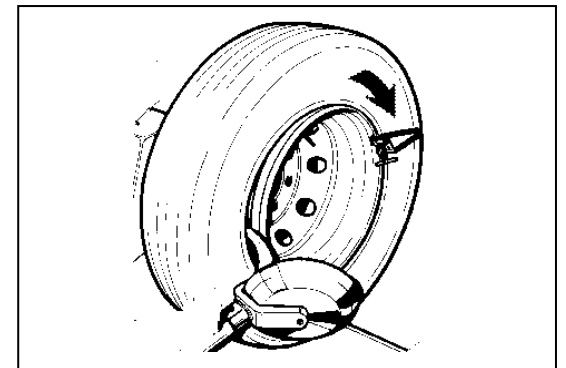

Fig.34
3. Reattach the mounting clamp to the rim flange with the valve after the mounting clamp, following the rotation direction (Fig.34).
3. Fixer l'étau de montage sur le bord extérieur de la jante de manière à avoir la soupape après l'étau, suivant la direction de rotation (Fig.34).
3. Die Montierklemme am Felgenreand so befestigen, daß sich das Ventil in bezug auf die Drehrichtung hinter der Klemme befindet (Abb.34).